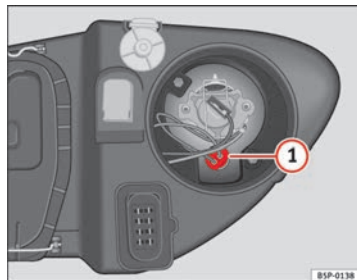

Fig. 169 Luz de población
- Extraiga el portalámparas ⇒ fig. 169 **1** hacia fuera.